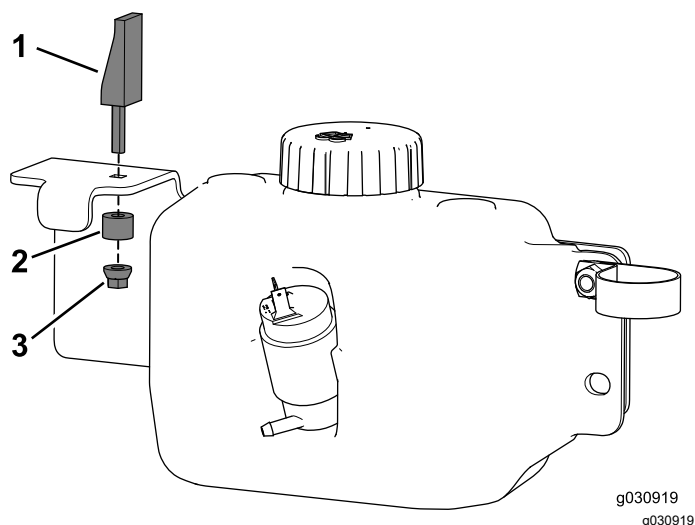

Рисунок 45
- Установите эксцентриковую защелку в сборе на крепление бачка (Рисунок 45).